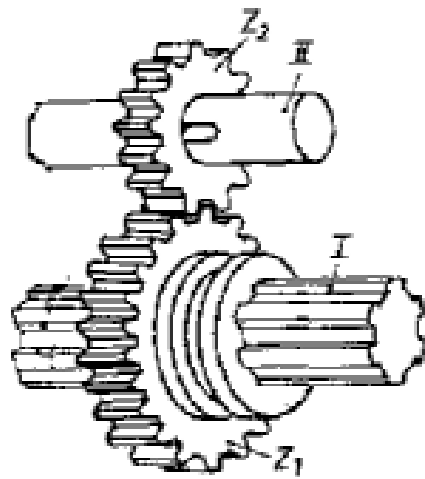

Fig.4.1
- a) Engranajes de acción directa: formados por dos o más ruedas que engranan entre sí, directamente una con otra, como es el caso de la figura (Fig.4.1).